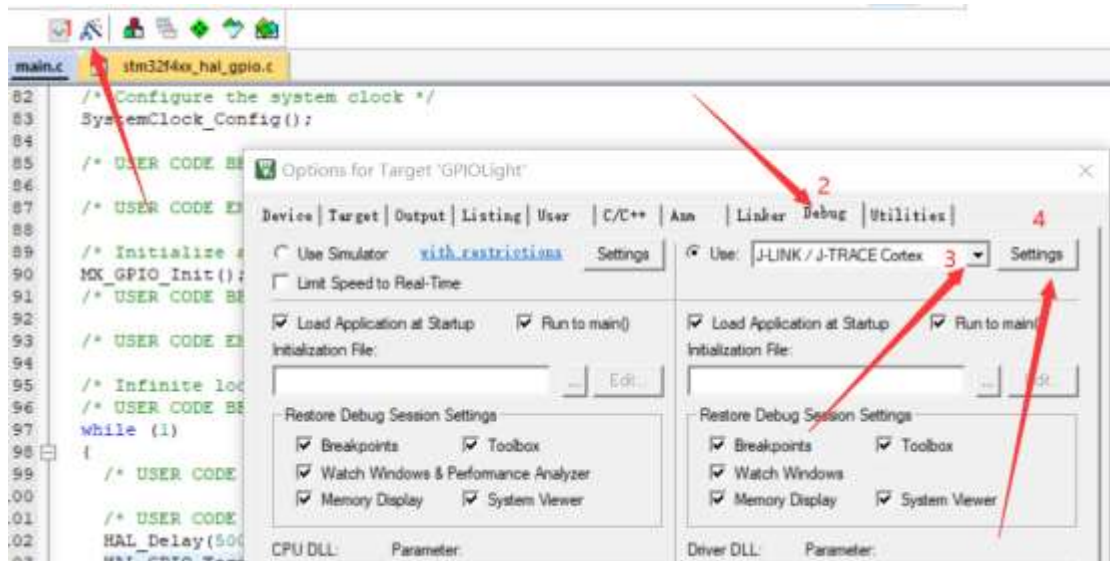

图 5.1.11 下载编译设置
- 10) 进入工程后进行仿真调试工程的相关设置，如图 5.1.11 与 5.1.12 所示。